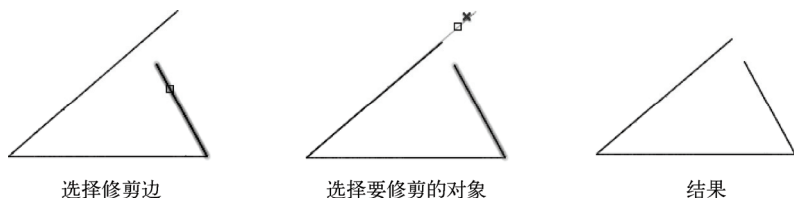

图 3-33 修剪示例 3
4) 如果两个图形对象只是延伸后才具有相交点，那么利用该延伸交点也可修剪对象，如图 3-33 所示，其操作过程如下。